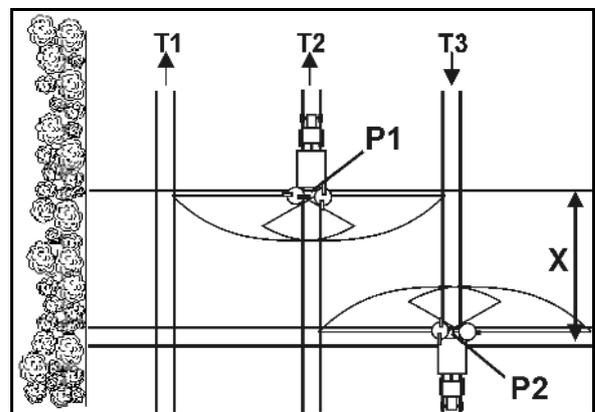

Fig. 46
- Abrir la corredera de cierre después de entrar en la calle por el punto **P1** (Fig. 46), cuando los discos de dispersión se encuentren a la distancia correspondiente al tramo X con respecto a la calle de la cabecera.
- Cerrar la corredera antes de salir de la calle por el punto **P2** (Fig. 46), cuando los discos de dispersión se encuentren a la altura de la primera calle de la cabecera.